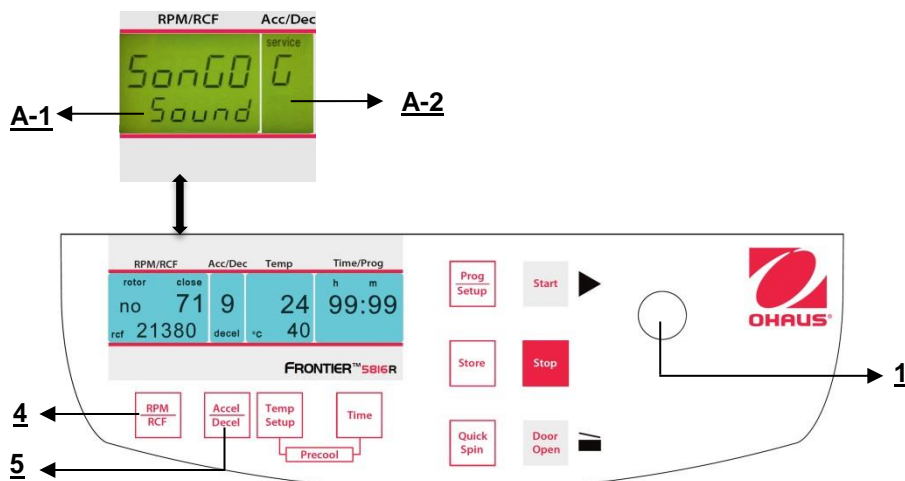

Figura 34
Procedere come descritto al punto 4.1. per inserire questa modalità programma e poi premere il tasto **"Accel/Decel"** (5). Sul display **"Acc/Dec"** (A-2) lampeggia la parola **"Service"**. Selezionare adesso la lettera **"G"** con la manopola di regolazione (1). Di conseguenza, sul display **"RPM | RCF"** (A-1), appare la parola **"SonGo/Sound"**. Dopo aver premuto il tasto **"RPM | RCF"** (4), è possibile selezionare una suoneria con la manopola di regolazione (1). (Vedere figura 34)